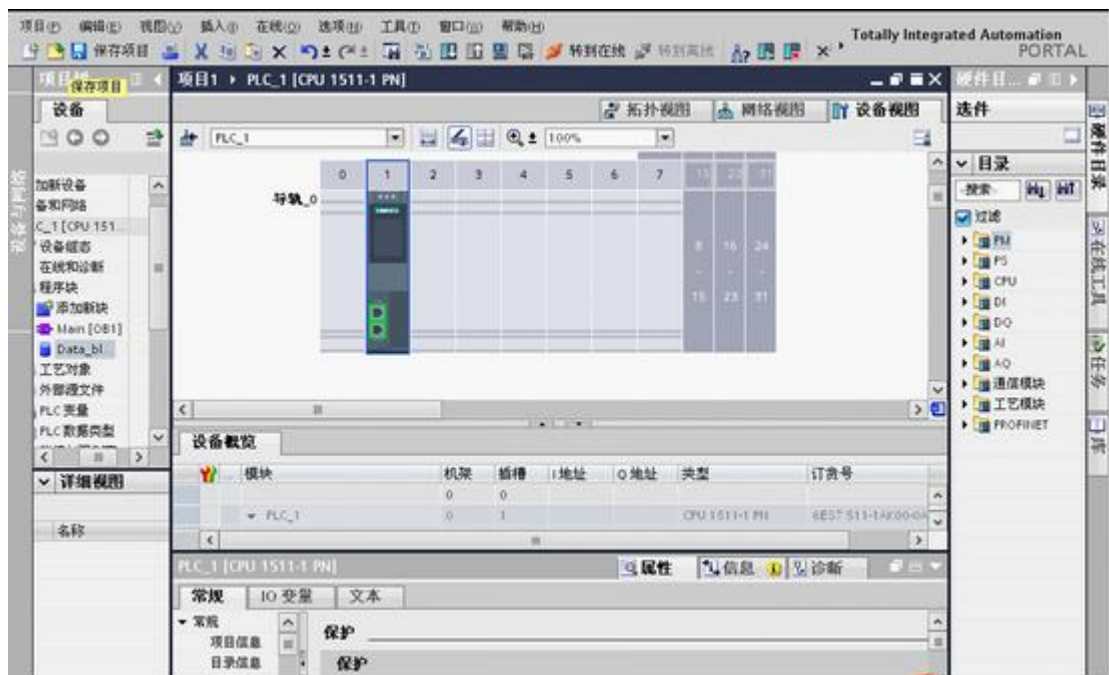

图 1
1、新建项目：打开 Simanticstep7 V12.0，创建一个新项目并打开，添加一 s7-1500CPU 模块，进入设备组态界面，如图 1